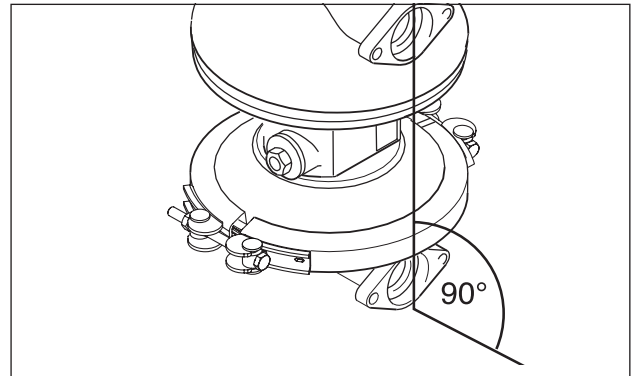

Abb. 7: Ausrichtung der Pumpenkammern
- Die Pumpenkammern sind grundsätzlich bei in Ansaugstellung befindlicher Membran zu montieren (Membranteller in Luftkammer hineindrücken) (Abb 15). Spannband oder Montageflansch festschrauben. Zweite Membran analog montieren. Die Flanschflächen der Pumpengehäuse müssen fluchten (Abb. 7).